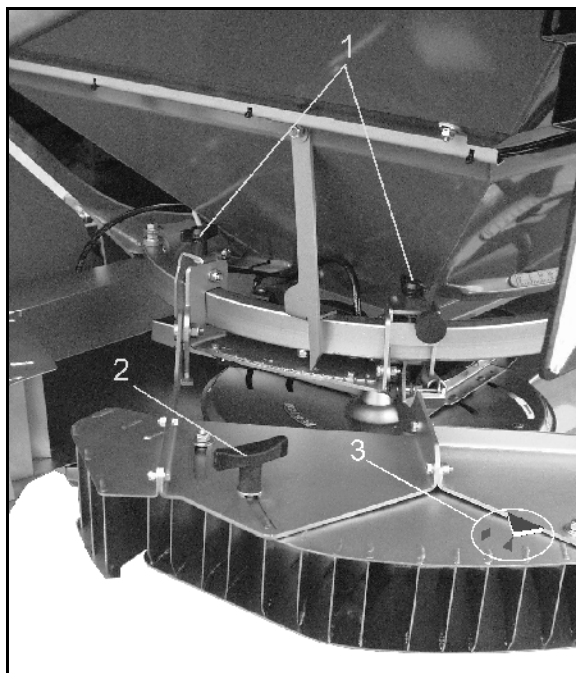
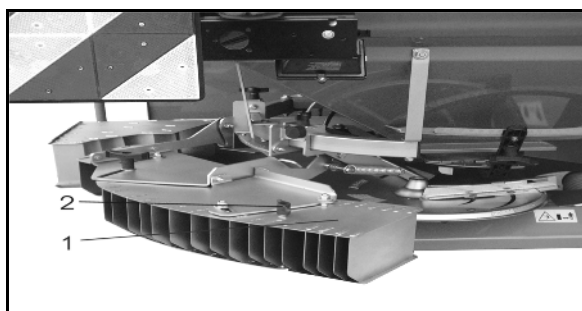

Fig. 65
Fig. 66
1. Løsne vingeskruen (Fig. 65/2), og ta ut skjermen.
4. Sikre ekstraskjermen (Fig. 65/1) med klemplaten (Fig. 66/1), og kjør med den i parkeringsposisjon (Fig. 66).